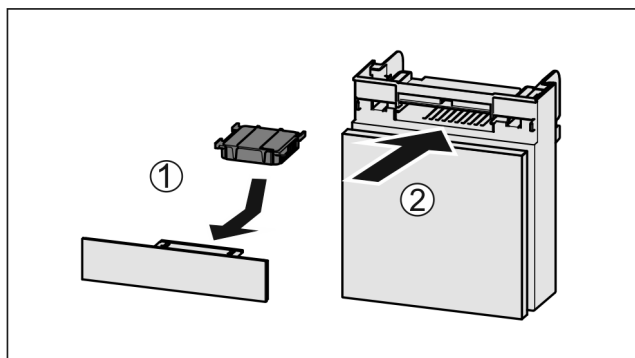

Fig. 135
- ▶ Anbring aktivkulfilteret som vis på billedet Fig. 135 (1).
- ▶ Skub rummet ind Fig. 135 (2).